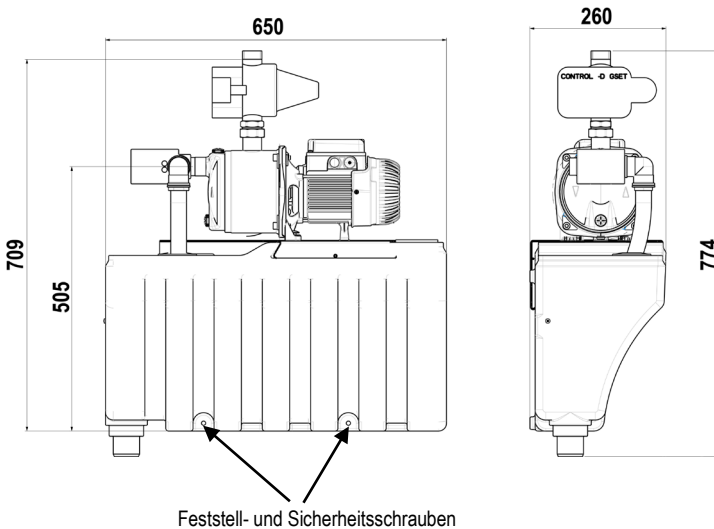

Abbildung 03
6. Die Sicherheitsschrauben befestigen - siehe Abb. 03 und 04.